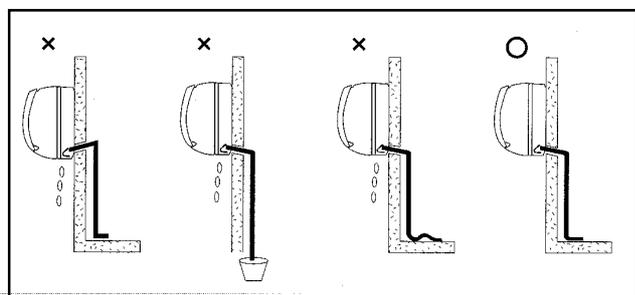

FIGURA 12 - SITUAÇÕES DE DRENAGEM INEFICAZ
- \* Assegurar-se que a unidade esteja nivelada horizontalmente e com inclinação de 5° para trás, de forma a garantir o perfeito escoamento da água. Lembre-se que a drenagem se dá por gravidade, mas que no entanto a tubulação do dreno deve possuir declividade. Evite, desta forma, situações como indicadas na figura 12. Esta tubulação não deve ter diâmetro inferior a 1/2" e deve possuir um sifão que garanta a perfeita vedação do ar e drenagem de condensado quando o equipamento estiver em funcionamento. Quando da partida inicial, o sifão deve ser enchido com água para evitar que seja succionado ar da linha de drenagem.
Lembre-se que a drenagem se dá por gravidade mas que no entanto a tubulação do dreno deve possuir declividade. Evite, desta forma, situações como indicadas na figura 12.